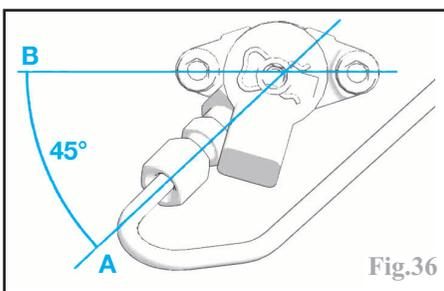

Fig.36
- respecter l'inclinaison de 45° entre (A) et (B) (Fig.36).